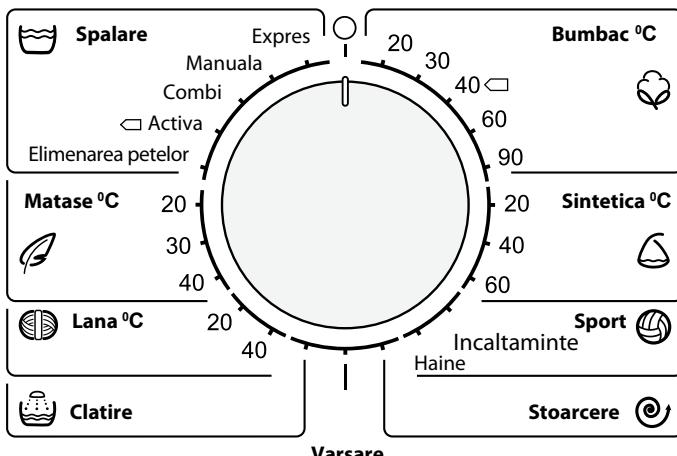

Figura 2 – Mânerul de alegere a programului de spălare
**1.1.2 Selectorul** este folosit pentru pornirea/oprirea mașinii și alegerea programului de spălare, în conformitate cu figura 2. În jurul selectorului sunt imprimate denumirile programelor și simbolul O. Selectorul se rotește în ambele direcții (în sensul acelor de ceasornic sau în sensul contrar acelor de ceasornic), și se fixează la diviziunea corespunzătoare a programului selectat. La fixarea selectorului la simbolul O mașina se oprește.
**1.3.2** Pentru a porni mașina fixați selectorul în conformitate cu figura 2 la diviziunea programului de spălare necesar – se aprind indicatorii operației de spălare a programului selectat.